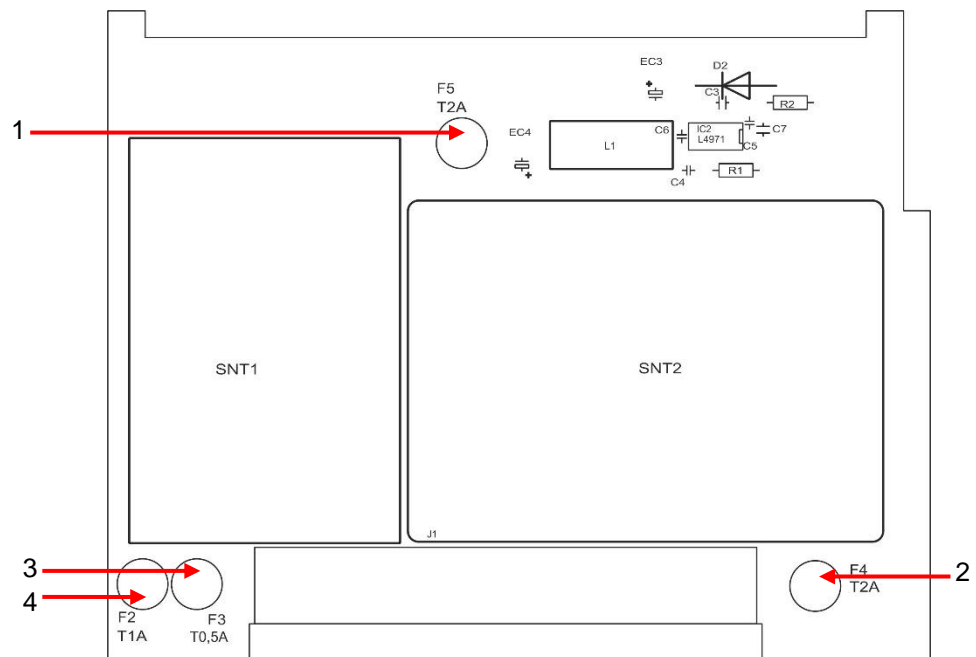

Abbildung 35
Diese Sicherungen schützen den Testomat® PRO FE bzw. die Ausgänge vor Überlast und Kurzschluss. Alle Sicherungen sind steckbar. Die Hauptsicherungen F1 (1) und F6 (2) (4 A MT) für Ausgänge und Gerät befinden sich auf der Grundplatte (siehe Abbildung 35). Auf dem Netzteil befinden sich die vier Primär- und Sekundärsicherungen F2 bis F5 für 24 V, und 12 V, 3,3 V